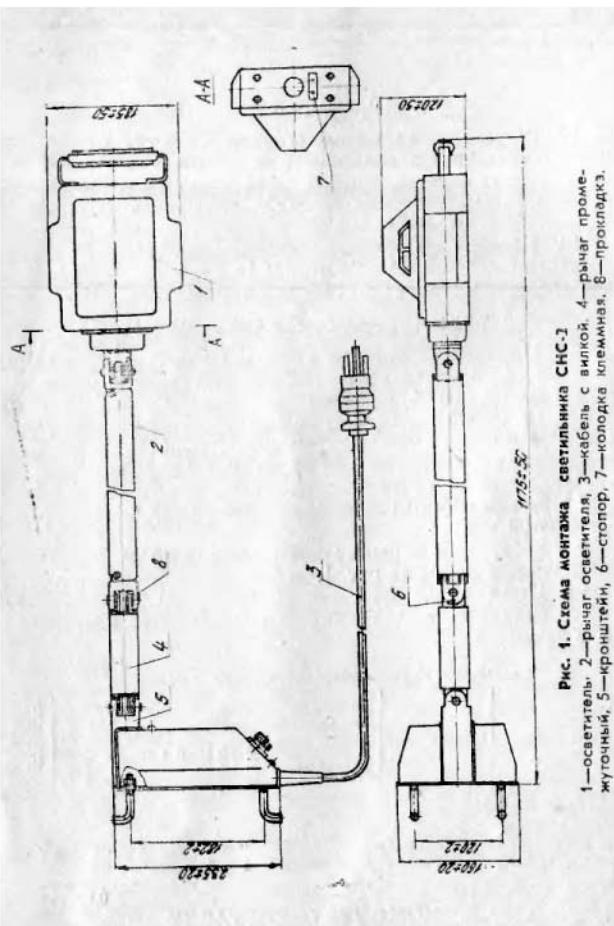

Рис. 1. Схема монтажа светильника СНС-1
2.5. Габаритные и присоединительные размеры светильника приведены на рис. 1.
4.1. Светильник состоит из следующих основных узлов (см. рис. 1): осветителя 1, закрепленного на рычаге осветителя 2 и промежуточного рычага 4, прикрепленного к кронштейну 5. Подключение светильника к сети производится с помощью кабеля с вилкой 3.
6.1. Для удобства транспортирования светильник упаковывается со снятым осветителем 1 (см. рис. 1) и вывернутым, но не до конца, стопором 6.